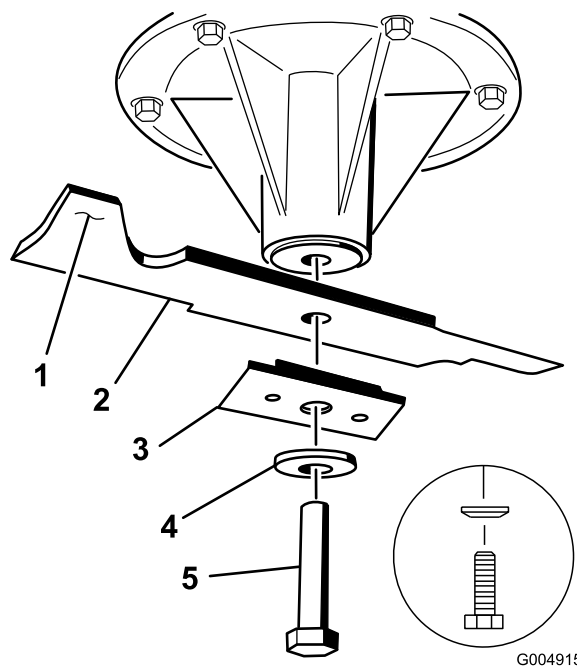

Figura 53
2. Togliete il bullone, la rondella curva, il rinforzo della lama e quest'ultima dall'asse del fusello (Figura 53).
2. Controllate il bilanciamento della lama posizionandola su un bilanciatore (Figura 55). Se la lama rimane in posizione orizzontale, è bilanciata e può essere utilizzata. Se la lama non è bilanciata, limate del metallo soltanto dalla costa (Figura 53). Ripetete la procedura finché la lama non è perfettamente bilanciata.